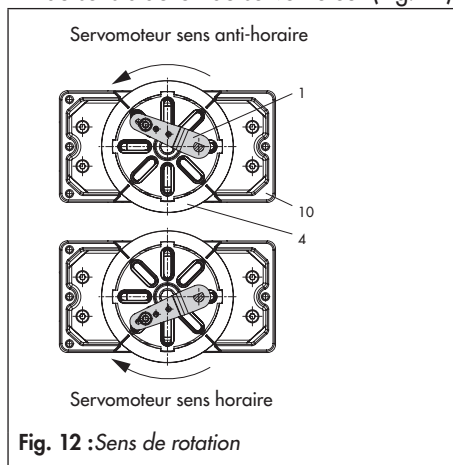

Fig. 12 : Sens de rotation
8. Placer le positionneur sur le boîtier (10) et visser fermement. Aligner le levier (1) de sorte que son palpeur pénètre dans la fente correspondante, en tenant compte du sens d'action du servomoteur (Fig. 12).